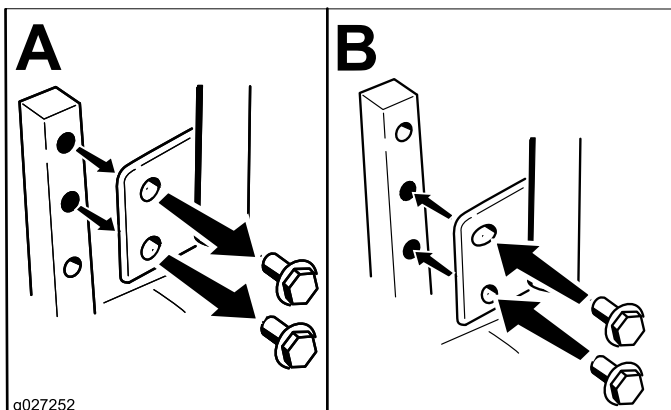

Bild 19
Die Höhe der Fahrtriebshebel kann für den optimalen Bedienerkomfort nach oben oder unten angepasst werden (Bild 19).
2. Lösen Sie die untere Schraube etwas, sodass der Schalthebel sich nach vorne oder nach hinten drehen lässt (Bild 19).